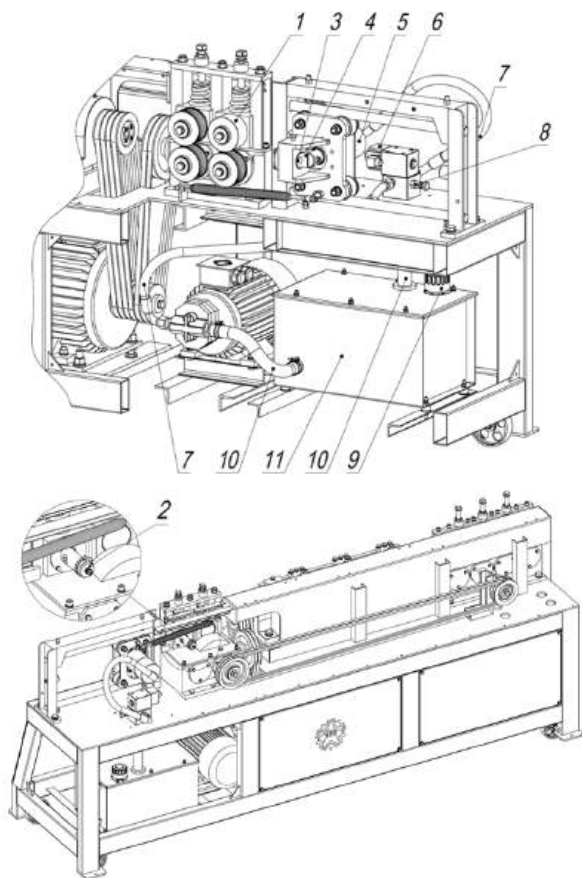

Рис. 2. Узлы счётчика длины и режки, гидросистема:
- на панели управления установите параметры единичной партии, например, два прутка длиной 1 м, и запустите станок. Если нож не может перерезать арматуру, увеличьте давление в гидросистеме, повернув гидравлический предохранительный клапан (см. рис. 2, поз. 8) примерно на четверть оборота, после чего попробуйте снова. Если длина второго прутка не равна заданному значению 1м, следует провести калибровку станка (см. п. 9);